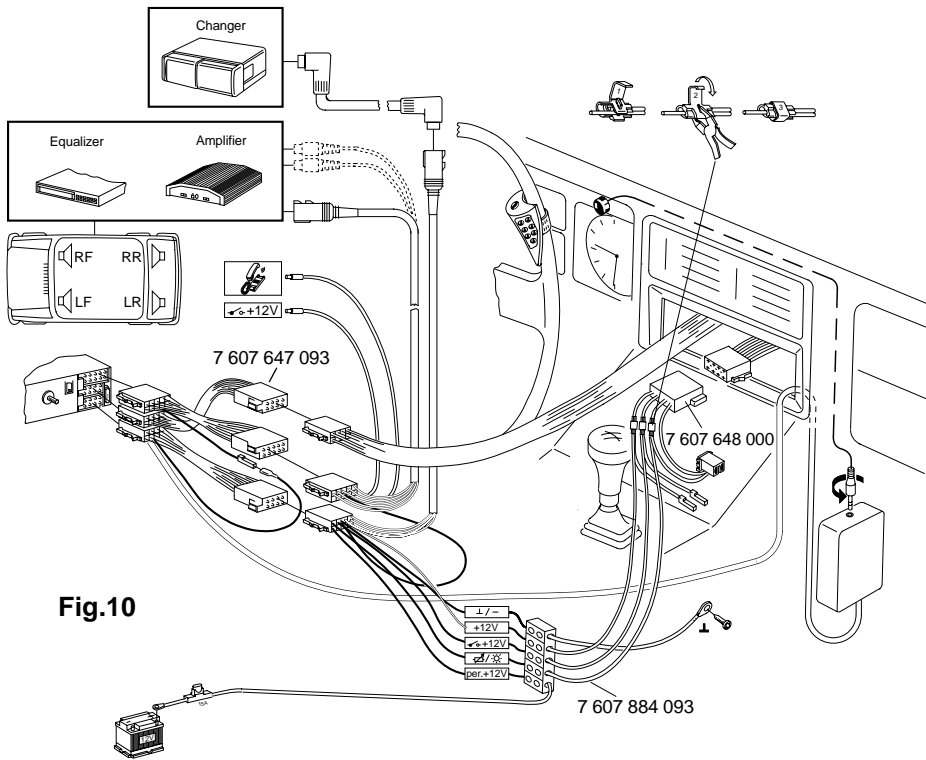

Fig.10
- Anschluß IR-Fernbedienung RC-05 Fig. 10
- Connection of IR remote control RC-05 Fig. 10